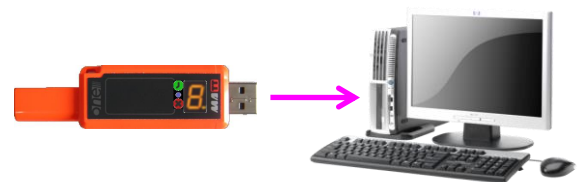

Bild 2: TD ONE an PC anschließen
1. Schließen Sie den TD ONE an eine freie USB-Schnittstelle Ihres Computers (PC) an (Bild 2)